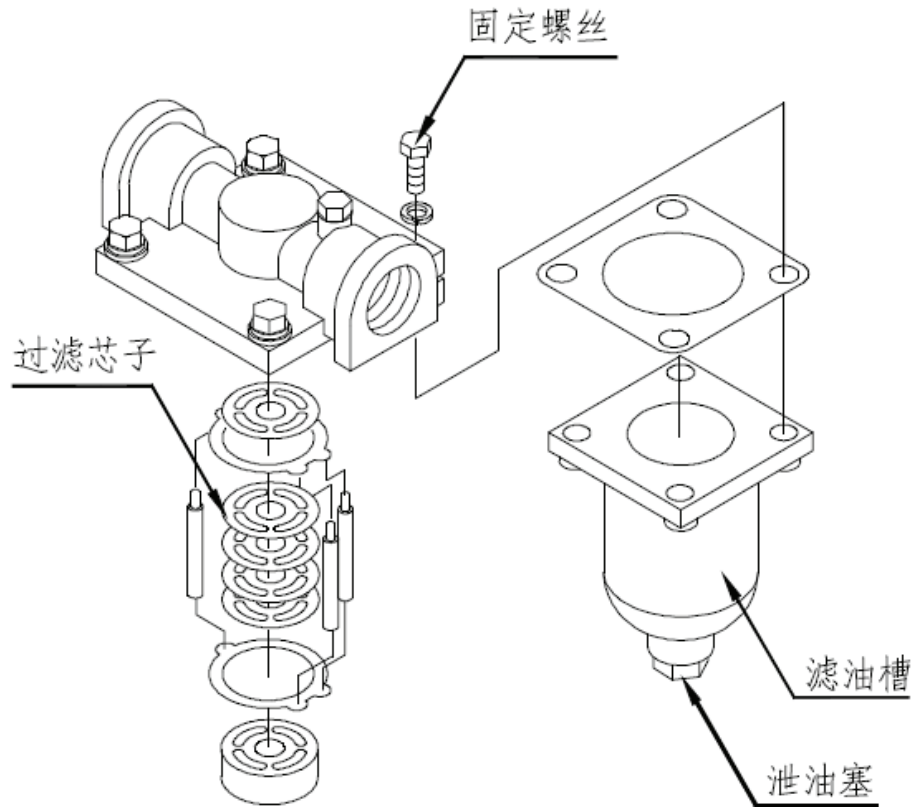

Fig.11.3
3. Filtro de Aceite (Fig.11.3)